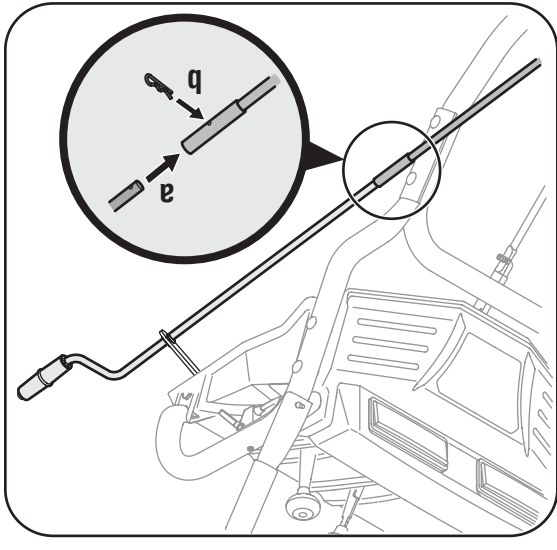

Figure 3-3
- Dégagez la goupille fendue de l'extrémité de la manivelle supérieure de la goulotte. Entourez la manivelle supérieure dans la manivelle inférieure. Des pinces peut aider dans ce travail. Voir la Figure 3-3.
- a. Alignez les trous sur les manivelles. Voir la Figure 3-3.